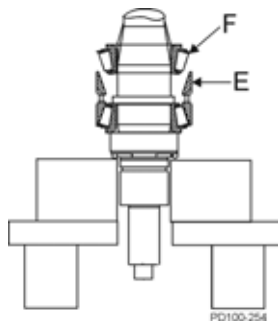

Figure 51 - Coupelle supérieure et cône supérieur
7. Placez la coupelle supérieure (Figure 51, élément E) au-dessus de l'entretoise extérieure.
8. Lubrifiez le cône supérieur restant et l'assemblage de roulement (Figure 51, élément F) au moyen d'huile et de graisse et faites-le glisser sur l'arbre, le rayon du roulement tourné vers le haut. Enfoncez-le sur l'arbre et dans la coupelle supérieure.